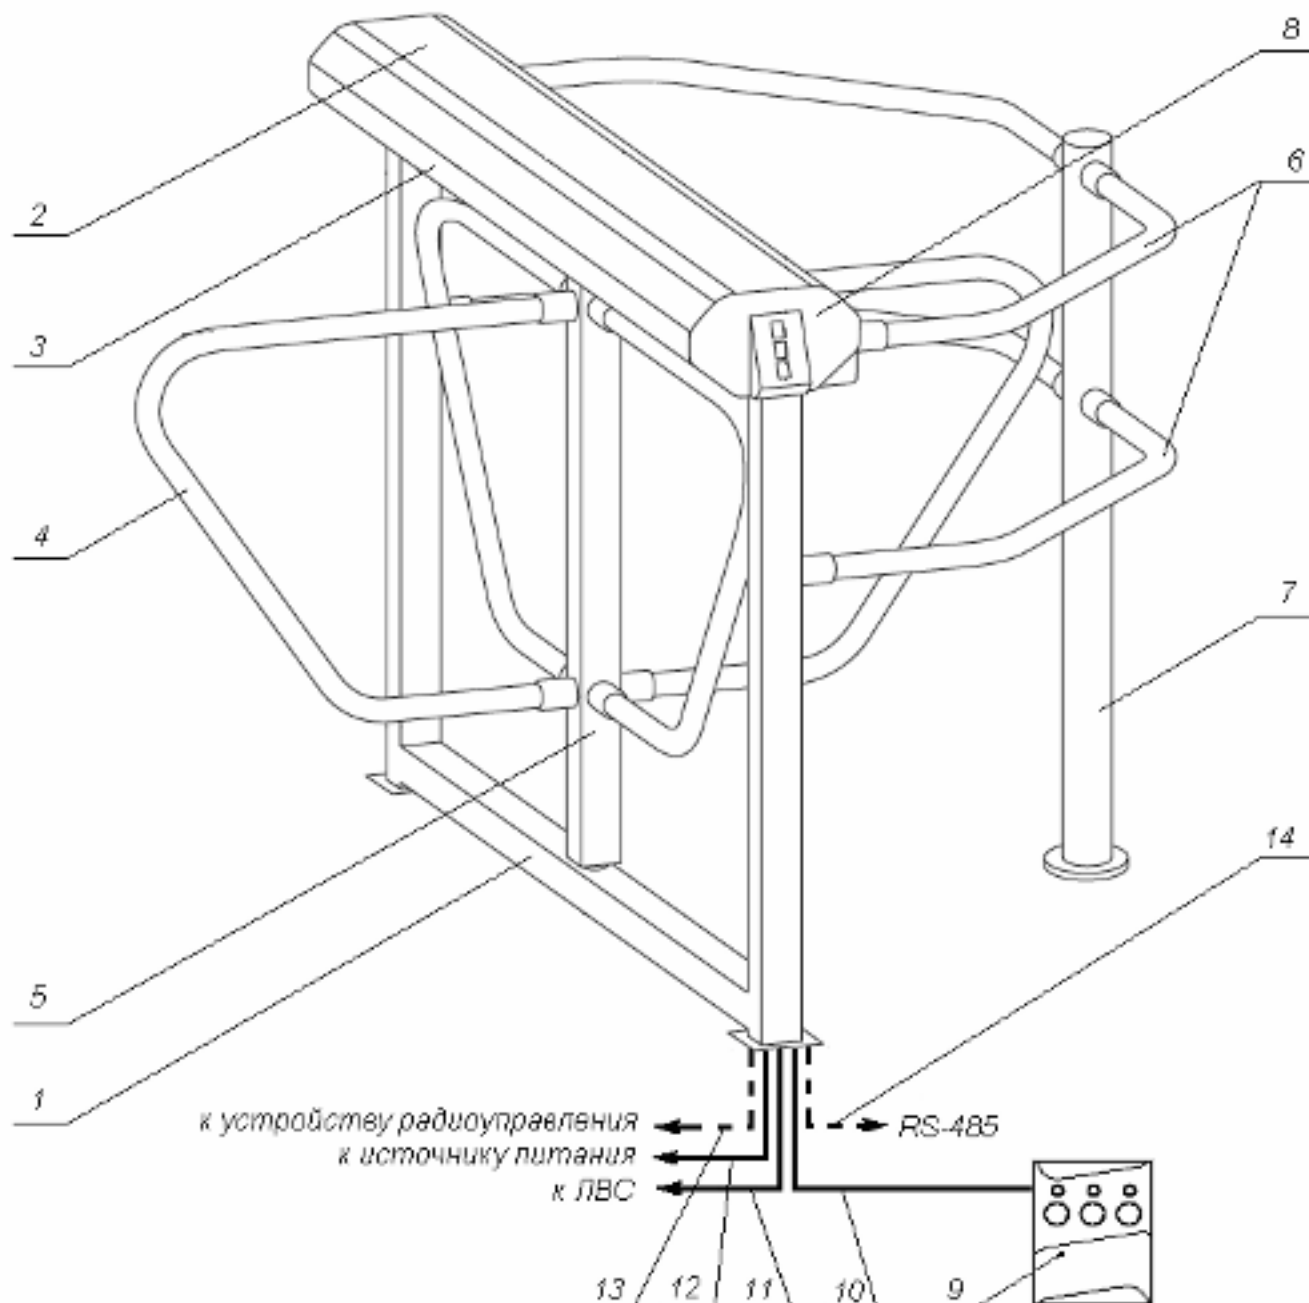
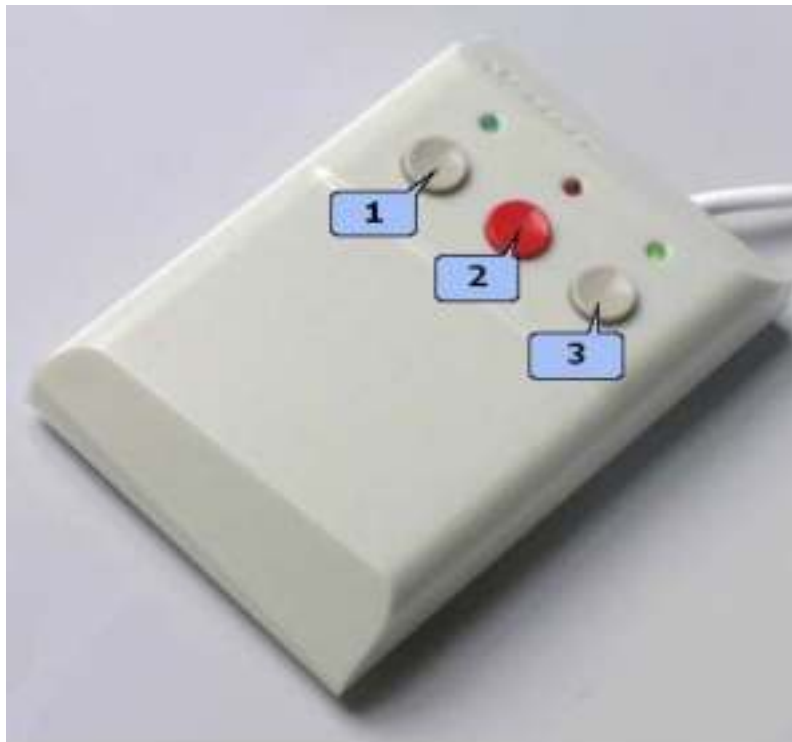

Рисунок 1 Устройство KR05.3
Рисунок 3 Пульт управления
ЭП состоит из рамы с балкой со встроенными контроллером и двумя считывателями, ротора, четырех створок и пульта управления (см. рис. 1). После каждого прохода человека через ЭП ротор со створками автоматически доворачивается до исходного положения.
Для информирования о текущем состоянии на обоих торцах ЭП расположены пластиковые крышки с блоками индикации (8), там же находится встроенный считыватель бесконтактных карт доступа. Блок индикации имеет три мнемонических индикатора (см. позицию 8 на рис. 1 и рис. 2):
К стойке подключается кабелем пульт управления (см. позиции 9-10 на рис. 1 и рис. 3), который имеет:
Для предъявления карты доступа необходимо поднести ее к зоне индикации (см. рис. 1). При предъявлении разрешенной карты доступа ЭП разблокируется, и на блоке индикации со стороны предъявления карты загорается зеленый индикатор разрешения прохода. После прохода ЭП и индикация возвращаются в исходное состояние.